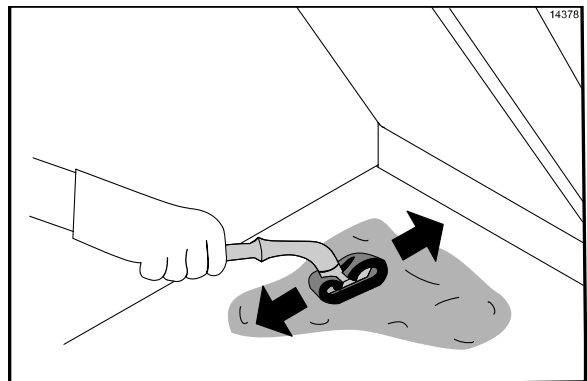

Abbildung 106
38. Die gesamte Oberfläche der unteren Grillplatte in gleichmäßigen, von vorne nach hinten gerichteten Bewegungen mit der Grillreinigungsflüssigkeit bestreichen. **Beim Auftragen der Flüssigkeit nicht reiben!** (Siehe Abbildung 106.)